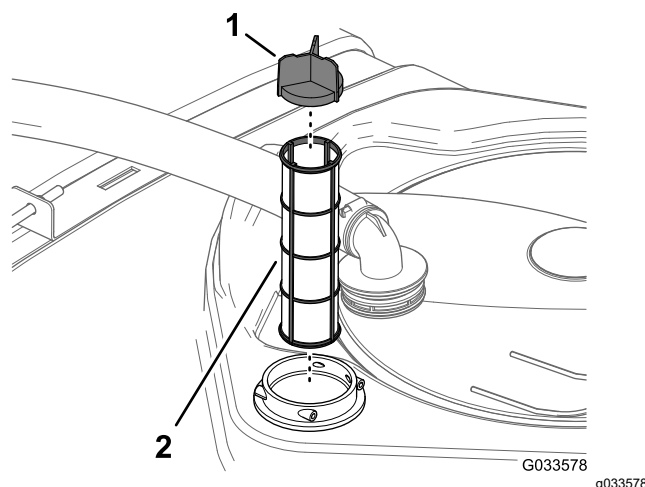

Рисунок 51
4. Извлеките фильтр линии всасывания из его корпуса в баке (Рисунок 51).